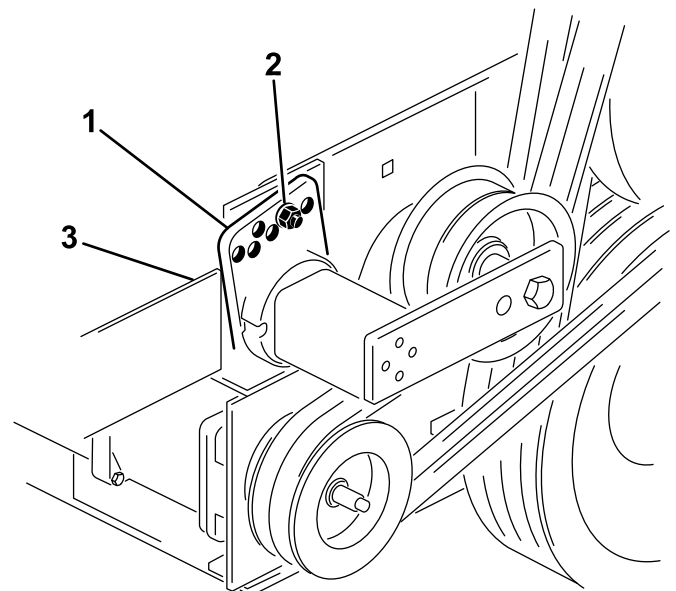

Figure 14
3. Retirez le boulon et l'écrou qui fixent le guide de tendeur au support de l'entraînement pour détendre la courroie (Figure 14).